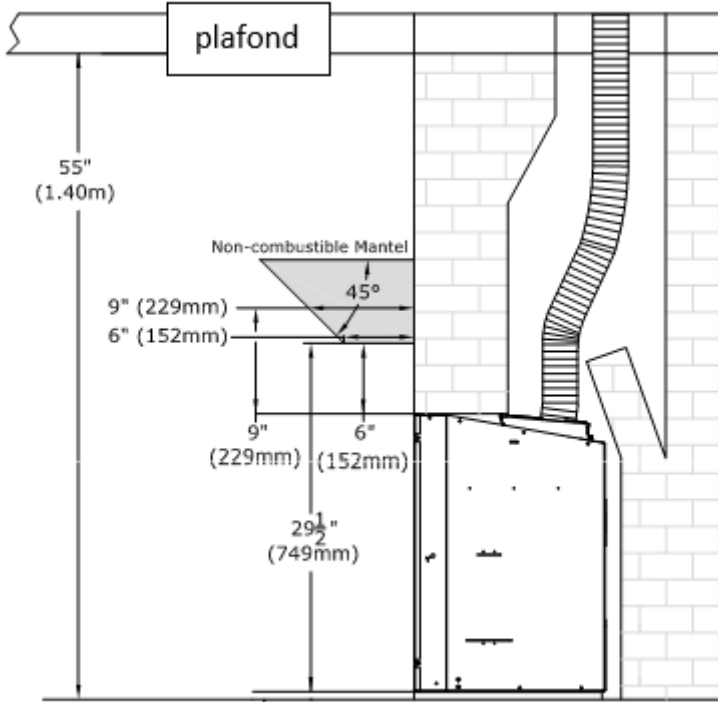

Figure 8.4, exigences du manteau
- Projections de manteau combustibles : comme indiqué à la figure 8.4 (page 26), la garniture optionnelle de 3/4 po (19 mm) peut commencer à 6-1/2 po (165 mm) au-dessus du dessus de l'appareil avec un début de manteau de 9 po (229 mm). à 10 po (254 mm) au-dessus du dessus de l'appareil. Les projections de manteau peuvent augmenter de 1 po (25 mm) de profondeur pour chaque 1 po (25 mm) de hauteur à partir du manteau de 6 po (152 mm).
- Projections de manteaux non combustibles : Comme indiqué sur la figure 8.4 (page 26). Un dégagement vertical minimal de 6" (152mm) au-dessus de l'appareil jusqu'à une profondeur maximale de 6" (152mm) d'un manteau non combustible. Suivre la projection de 1" (25mm) pour chaque 1" (25mm) de profondeur.